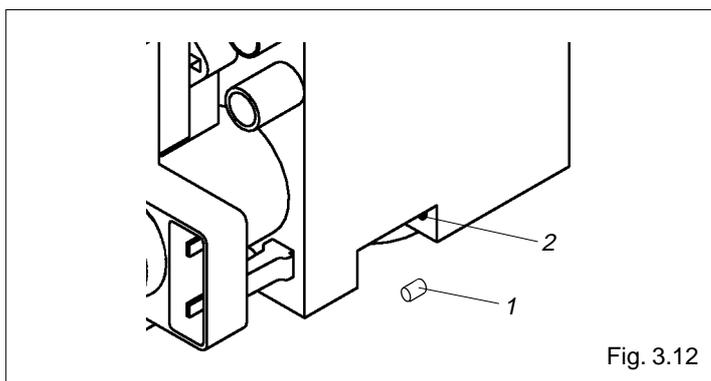

Fig. 3.12
El encendido lento se efectúa automáticamente, pero, para garantizar que sea correcto, hay que montar el reductor (1) suministrado en dotación con el kit de transformación, en la sede (2) presente en la electroválvula del gas (fig.3.12).
El encendido lento se efectúa automáticamente, después, para garantizar que sea correcto, quitar el reductor (1) de la sede (2) presente en la electroválvula del gas (fig.3.12).